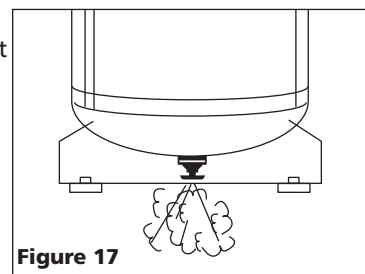

Figure 17
2. Purger le réservoir. Avec le compresseur hors circuit et la pression dissipée, purger l'humidité du réservoir en ouvrant le robinet de purge sous le réservoir. (voir la Figure 17).